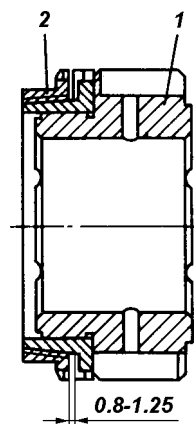

Рис. 6.67. Шестерня III передачи с притертым блокирующим кольцом:
2. Притрите блокирующее кольцо синхронизатора на конусе шестерни третьей передачи до размера 0,8 - 1,25 мм, как показано на рис. 6.67.
4. Притрите блокирующие кольца синхронизатора на конусах шестерен I и II передач до размера 0,8 - 1,25 мм, как показано на рис. 6.67.